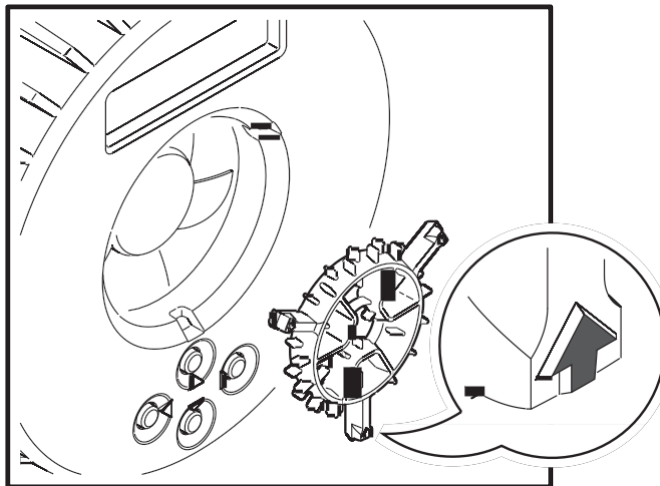

Рисунок 4. Удаление решетки вентилятора головной части
5. См. рисунок 4. Снимите решетку с вентилятора на задней части головной части, вставив небольшую плоскую отвертку между головной частью и стрелкой на решетке, и вытолкните решетку из головной части. Используйте ватные тампоны (ватные палочки) и пылесос для очистки решетки и лопастей вентилятора головной части, а затем поставьте решетку на место.